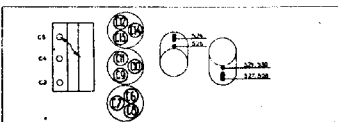

Fig. 4
7. S29, S30 van de 4e M.F.-kring afregelen op maximale output (fig. 4).
9. S27, S28 van 3e M.F.-kring afregelen op maximale output (fig. 4).
11. S26 van 2e M.F.-kring afregelen op maximale output (fig. 4). Zie ook de aantekening onder het hoofd „Algemeen” op bld. C 1.
13. S24 van 1e M.F.-kring afregelen op maximale output (fig. 4).
8. Oscillator uitschakelen door C5 kort te sluiten (fig. 4).
7. Oscillator uitschakelen door C5 kort te sluiten (fig. 4).